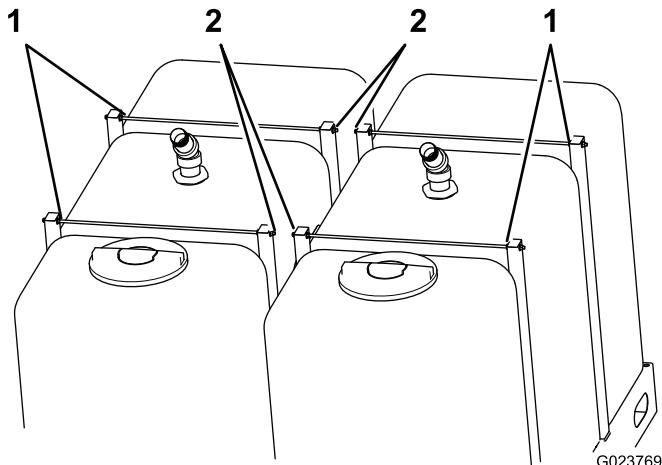

Figura 5
1. Retire la tuerca interior (Figura 5) de cada una de las 4 varillas de soporte.